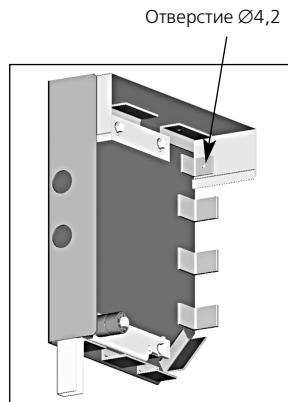

Рис.2.10
3. Разметить и сверлить совместно в верхнем уголке передней части крышек и в панели короба по одному отверстию Ø4,2 мм для последующей установки заклепок (рис.2.10).